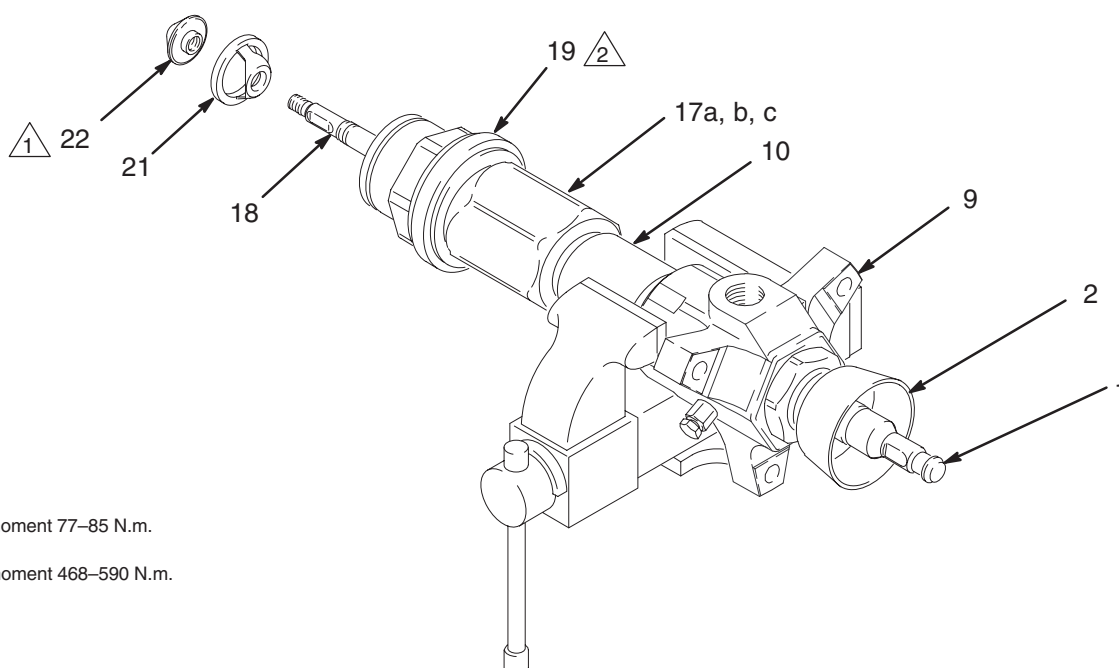

Fig. 16
15. Skruva in intagscyllindern (19) i intagshuset (17). Använd en rörtång på den sexkantiga delen på cylindern (19) och dra åt cylindern till moment 468–590 N.m. Detta dra också åt intagsventilhuset (17) och pumpcyllindern (10) i utloppshuset (9). Se Fig. 16.
17. Kontrollera att de plana ytorna på matningskolvstången (18) är åtkomliga under intagscyllindern (19). Knacka på överänden av kolvstången (1) med en gummiklubba tills de går att komma åt om detta inte är fallet.
18. Trä på matningskolven (21) på stängan (18) tills den stoppar. Håll fast stängan (18) stadigt med en skiftnyckel på de plana ytorna och skruva på sätet (22) på stängan med en annan nyckel. Dra åt till moment 77–85 N.m. Se Fig. 16.